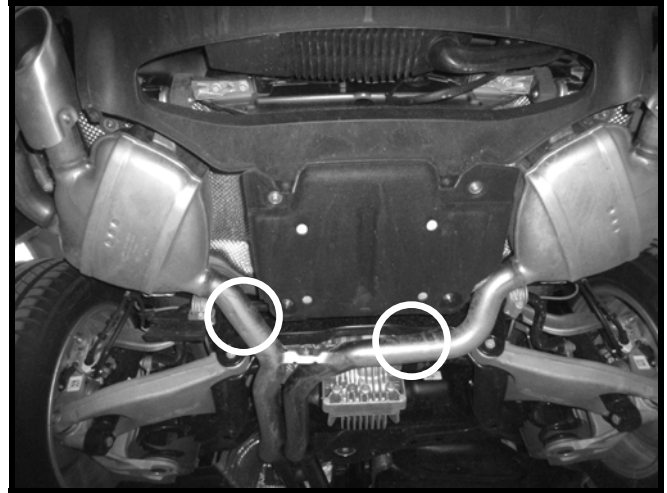

Abb. 01
- 1 Originale Abgasanlage mit einem Hydrauliklift abstützen. Die originale Abgasanlage an der originalen Servicestelle mit geeignetem Werkzeug abscheiden (Abb. 01).
i Die Serienabgasanlage ist auf beiden Rohrführungen mit je drei Körnerpunkten versehen (siehe Kreise in Abb. 01), wobei jeweils der mittlere Körnerpunkt die Trennstelle markiert.